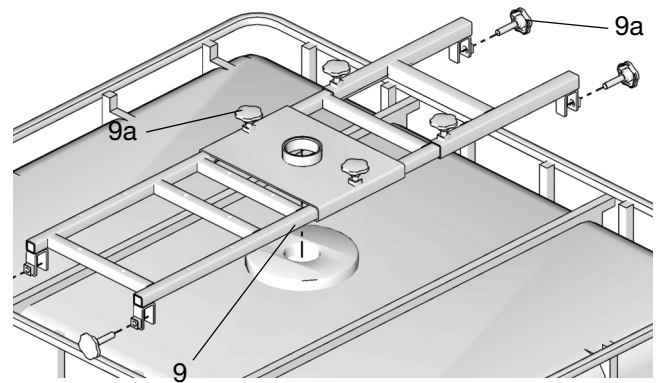

図 8
1. IBC トップブラケット (9) を IBC タンクに取り付けます (図 8)。
2. トップブラケット (9) を IBC タンクの中心にスライドさせ、ブラケット中心部の穴とタンク上部の穴を合わせます。6つのノブ (9a) をしっかりと締めることにより、ブラケット (9) をその位置に固定します (図 8 および 9)。